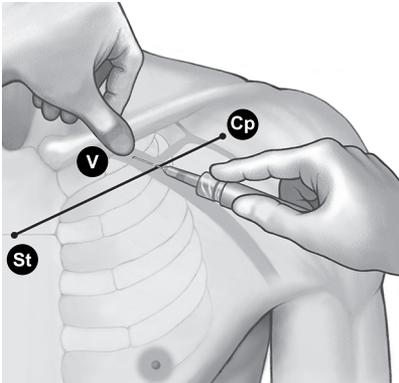

Figure 5. Emplacement du pouce et point d'entrée de l'aiguille
4. Appuyer le pouce contre l'index et déborder de 1 à 2 centimètres sous la clavicle pour protéger le muscle sous-clavier de l'aiguille (en cas d'hypertrophie manifeste du muscle pectoral, le pouce doit se projeter à environ 2 centimètres au-dessous de la clavicle car le muscle sous-clavier est sûrement lui aussi hypertrophié) (Figure 5